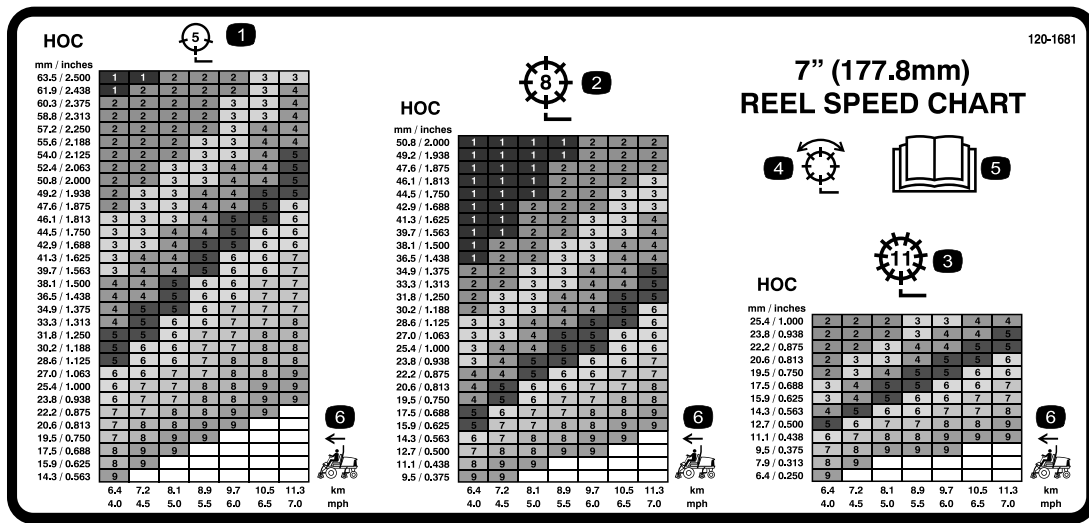

Figura 39
3. Consultate il grafico sull'adesivo (Figura 39) per stabilire l'esatta impostazione della velocità del cilindro.